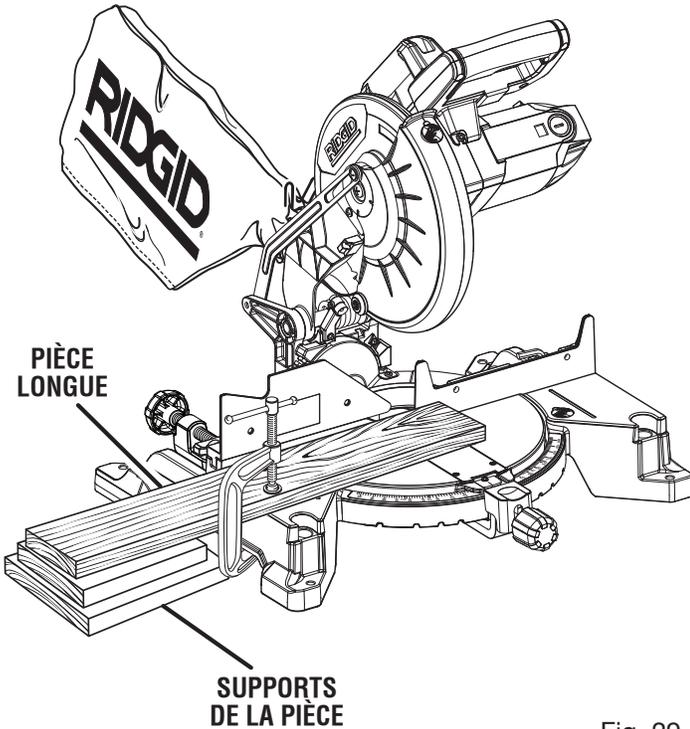

Fig. 29
- Lors de la coupe de planches ou de moulures longues, soutenir l'extrémité libre de la pièce avec un chevalet à rouleau ou un plan de travail se trouvant au même niveau que la scie. Voir la figure 29.
- Lors de la coupe de longues pièces ou moulures, reprenez l'extrémité opposée de la pièce avec un support à rouleau ou une surface de travail de niveau avec la table de la scie. Voir la figure 29.
Voir la figure 29.